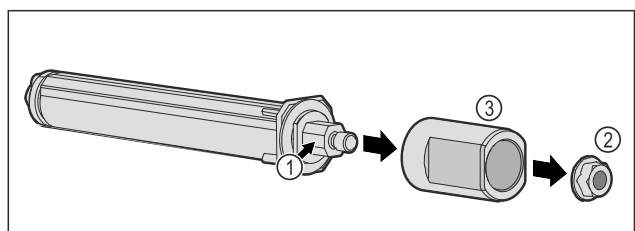

Fig. 58
- ▶ Ne szedje szét az ajtózáró rendszert Fig. 58 (1).
- ▶ Vegye ki az anyát Fig. 58 (2).
- ▶ Vegye le a hüvelyt Fig. 58 (3).